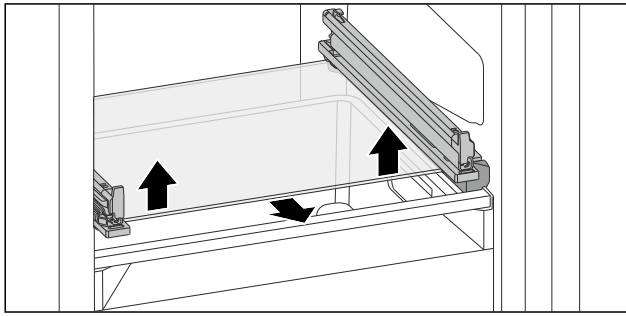

Fig. 133 可倾斜抽屉的玻璃隔板
- ▶ 从下方两侧向上推玻璃隔板。(参见 Fig. 133)